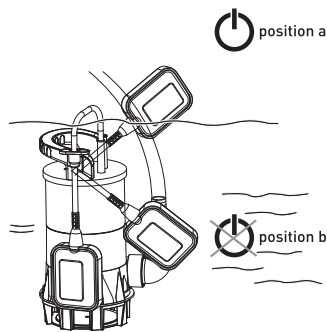

Abb. 9
- ➡ Das Gerät wird eingeschaltet, wenn sich der Schwimmerschalter (4) oberhalb der eingestellten bzw. der maximalen Einschalthöhe befindet (siehe Abb.9 Position a).
- ➡ Das Gerät wird abgeschaltet, sobald der Schwimmerschalter (4) die eingestellte oder die minimale Abschalthöhe erreicht hat (siehe Abb.9 Position b).